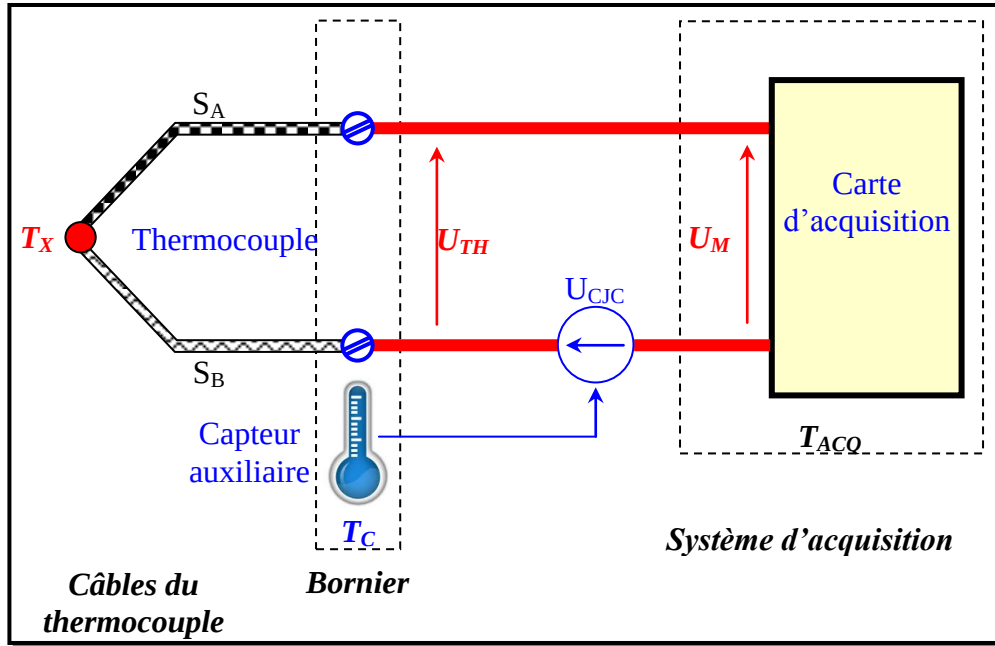
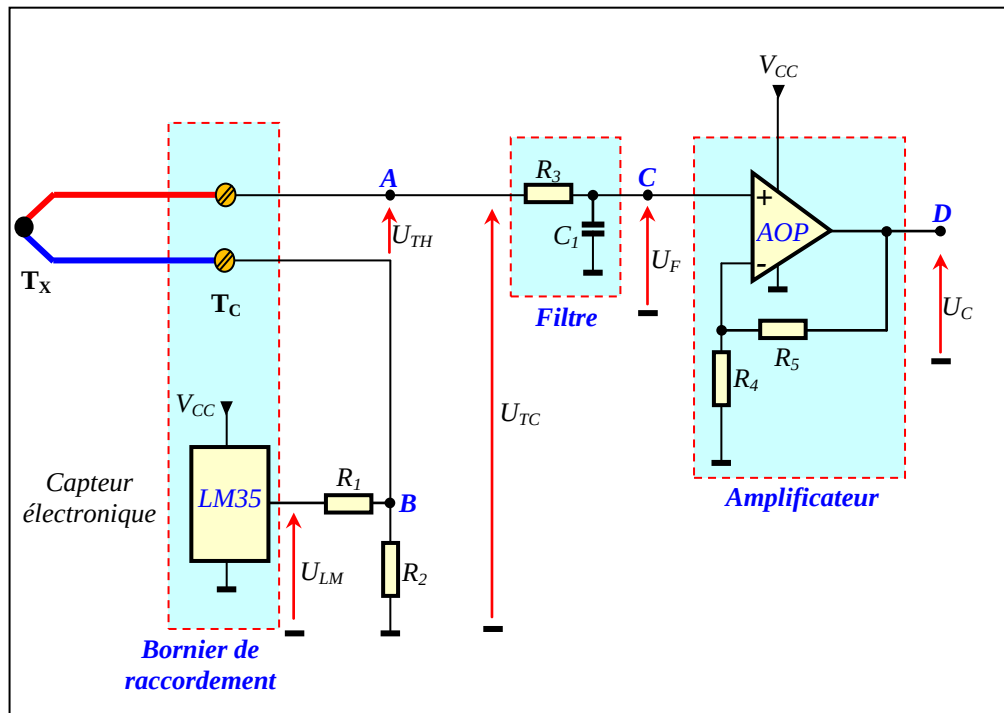

Figure 7
Figure 8
La relation (2) montre que la tension mesurée U_M dépend de la température inconnue T_X à mesurer et de la température T_C de l'environnement du bornier du raccordement du thermocouple au système d'acquisition. On appelle T_X la température de « **la jonction chaude** » et T_C la température de « **la jonction froide** ». L'utilisation de l'eau glacée, pour compenser la température de la jonction froide et rendre U_M dépendant uniquement de T_X , n'est pas une solution pratique. La **figure 7 (page 9)** donne le schéma de principe d'une solution de compensation facile à réaliser, qui consiste à mesurer la tension image de la température T_C du bornier par un **autre capteur auxiliaire**, représentée par la tension U_{CJC} , et la réinjecter dans la maille de mesure du thermocouple.
La **figure 8** représente un exemple de schéma de montage implémentant la compensation de T_C suivant le principe de la **figure 7**, où le capteur auxiliaire est un capteur électronique de type LM35.
Le filtre $\{R_3, C_1\}$ (Figure 8) réduit l'effet des hautes fréquences des interférences électromagnétiques qui altèrent le système d'acquisition. La fonction de transfert d'un tel filtre est de la forme :
L'amplificateur (Figure 8) permet d'adapter le signal représentant la température T_X au convertisseur analogique/numérique (ADC) du microcontrôleur.